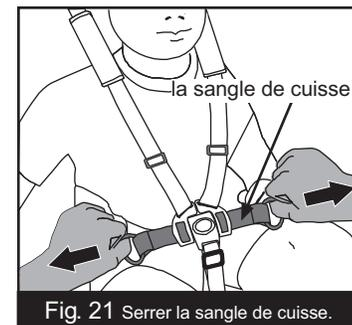

Fig. 21 Serrer la sangle de cuisse.
- f. Serrer les sangles de cuisse. Régler les sangles de cuisse pour qu'elles soient bien serrées tout en respectant le confort (Fig. 21).